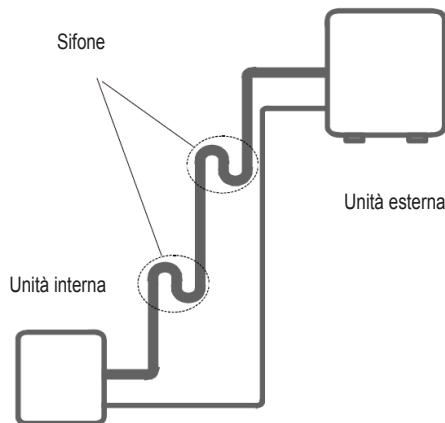

fig. 5 -
**Unità esterna posta in alto e unità interna in basso ("fig. 5 -").**